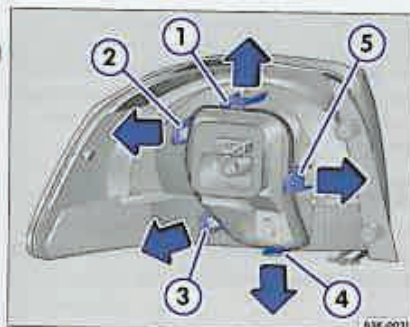
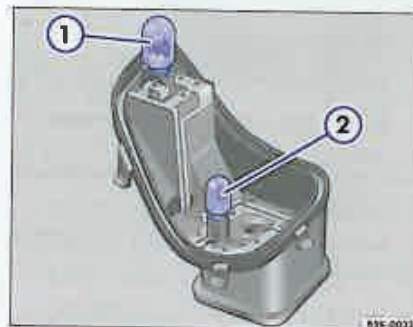

Fig. 55 Blocul optic din caroserie: Demontarea suportului lămpii.
Fig. 56 Blocul optic din caroserie: Suportul becului.
- Deblocați suportul becului. În acest scop, apăsați lamelele în ordine ⇒ fig. 55 ①, ②, ③ și ⑤, în sensul indicat de săgeată ⇒ ⚠.
- Asigurați-vă că lamelele ①, ②, ③ și ⑤ sunt fixate.
- Apăsăți lamela ④ în jos și scoateți suportul becurilor din blocul optic ⇒ ⚠.
- Înlocuiți becul defect al luminii de semnalizare ⇒ fig. 56 ① cu unul nou, de același tip.
- Apăsăți suportul becurilor în ordine ⇒ fig. 55 ④, ②, ③, ① și ⑤ în punctele de fixare. Atenție ca lamelele să se fixeze cu zgomot.
- Asigurați-vă că lamelele ①, ②, ③, ④ și ⑤ sunt fixate.
- Deblocați suportul becului. În acest scop, apăsați lamelele în ordine ⇒ pagina 105, fig. 55" ①, ②, ③ și ⑤, în sensul indicat de săgeată ⇒ ⚠.
- Apăsați lamela ④ în jos și scoateți suportul becrilor din blocul optic ⇒ ⚠.
- Înlocuiți becul defect al luminii finale și de semnalizare ⇒ pagina 105, fig. 56" ② cu unul nou, de același tip.
- Apăsați suportul becrilor în ordine ⇒ pagina 105, fig. 55" ④, ②, ③, ① și ⑤ în punctele de fixare. Atenție ca lamelele să se fixeze cu zgomot.